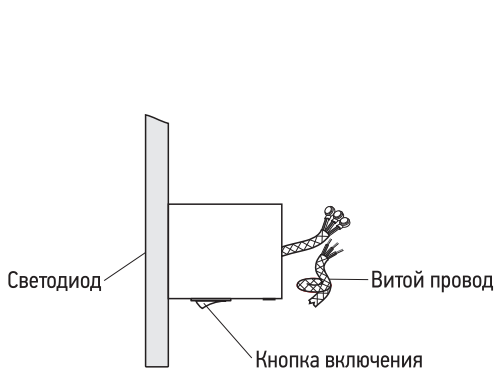

Рис. 14
4.16. Кнопка включения изделия расположена в нижней части блока подключения (рис. 14), в процессе нагрева светодиод горит красным светом.
4.17. Для подключения через скрытую проводку необходимо демонтировать витой провод (рис. 14).